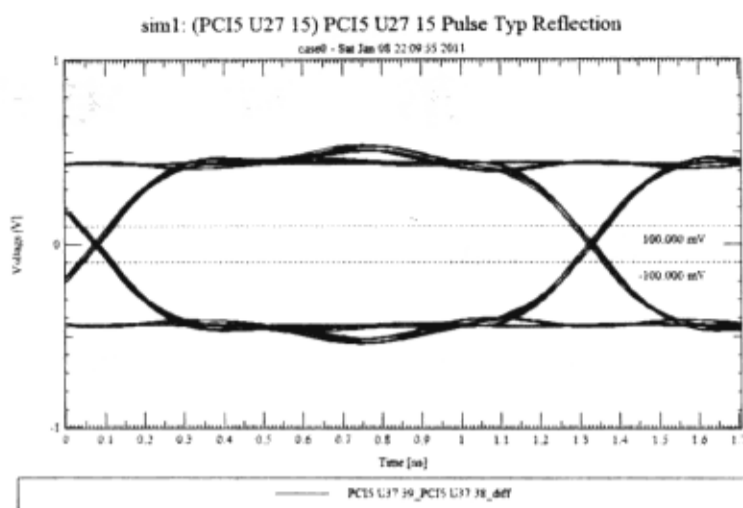

图 6-7-11 显示指定区域
(16) 从“SigWave”窗口执行菜单命令“Zoom”→“In Region”，放大波形（0~1.7ns），如图6-7-11所示。